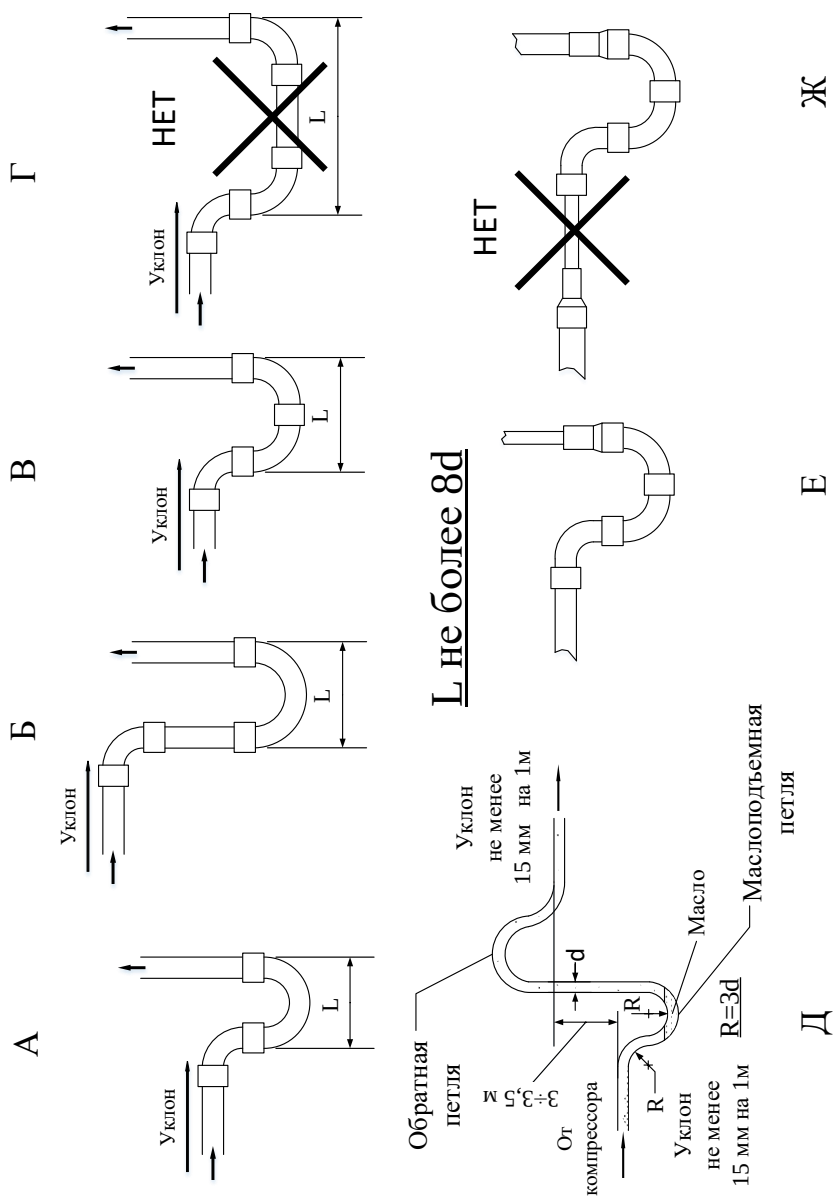

Рисунок 8.1 Позиции А, Б, В, Д и Е – правильные, позиции Г и Ж – неправильные.
- в нижней и верхней частях восходящих вертикальных участков нагнетающих трубопроводов высотой более $3 \div 3,5$ метров необходимо монтировать маслоподъемную и обратную петли (см. рис. 8.1);
- если высота восходящего участка трубопровода более $3 \div 3,5$ метров, должна устанавливаться вторая маслоподъемная петля. Далее через каждые $3 \div 3,5$ метра также устанавливаются маслоподъемные и обратные петли (рис.8.1);